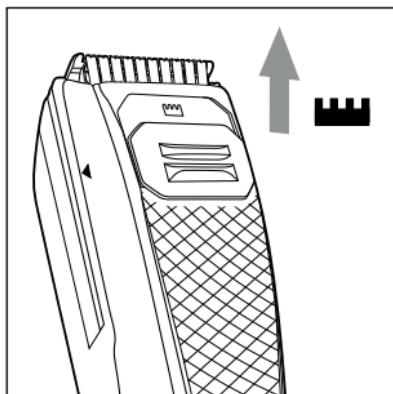

Abb. 6
- 1) Schieben Sie den Schieber der Ausdünnfunktion  ② nach oben in Position . Die im Scherkopf ① integrierte Ausdünnfunktion wird nach oben ausgefahren (siehe Abb. 6).